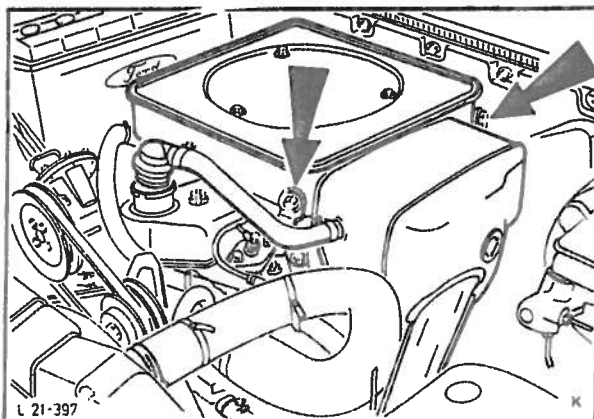

Fig. 148 Montering av luftfilter.
9. Monter luftfilteret og kople til batteriets gods-kabel, fig. 148.